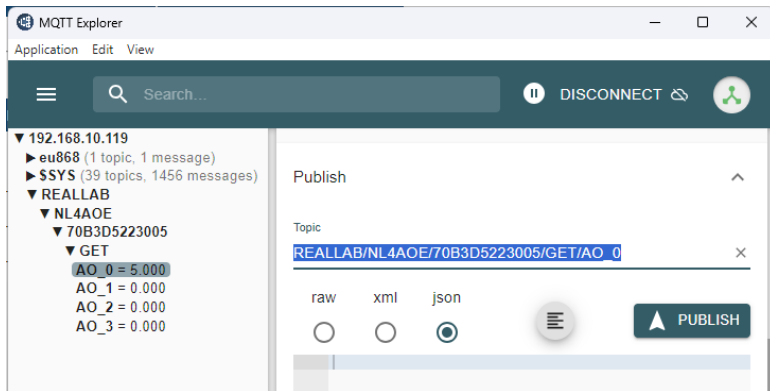

Рис. 3.7. Окно MQTT Explorer
2. Определим топики (адреса) значений для публикации. Для этого воспользуемся программой MQTT Explorer. Подключимся к брокеру и увидим топики модуля (рис. 3.7).